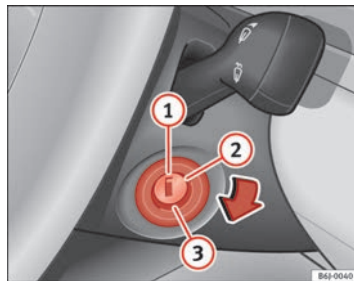

Abb. 99 Stellungen des Zündschlüssels
In dieser Stellung ⇒ Abb. 99 sind die Zündung und der Motor ausgeschaltet und die Lenkung kann gesperrt werden.
- Drehen Sie den Zündschlüssel in Stellung ⇒ Abb. 99 ②. Beim Vorglühen des Motors leuchtet die Kontrollleuchte ☞ auf.
- Wenn die Kontrollleuchte ausgeht, drehen Sie den Zündschlüssel in Stellung ③ zum Anlassen des Motors - geben Sie kein Gas.
- Drehen Sie den Zündschlüssel in Stellung ⇒ Abb. 99 ①.